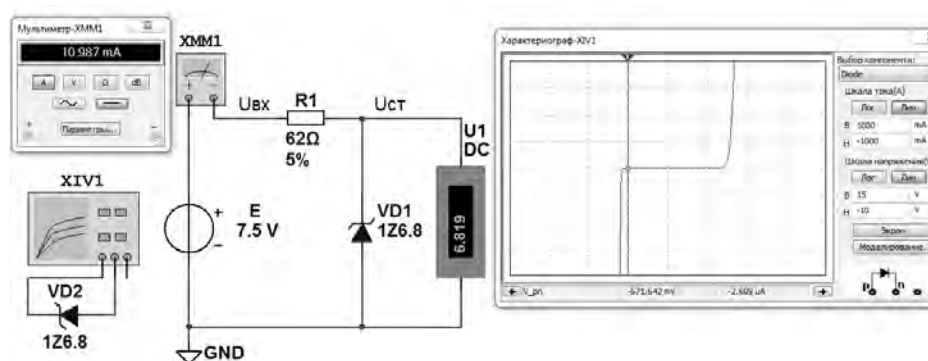

Рисунок 5.1 – Схема для исследования ВАХ стабилитрона в среде Multisim
5.2.1 На основании заданного преподавателем типа стабилитрона, параметров источника входного напряжения (E_{\min} и E_{\max}) необходимо рассчитать сопротивление и мощность ограничивающего резистора R_1 , P_{R1} (рисунок 5.1):